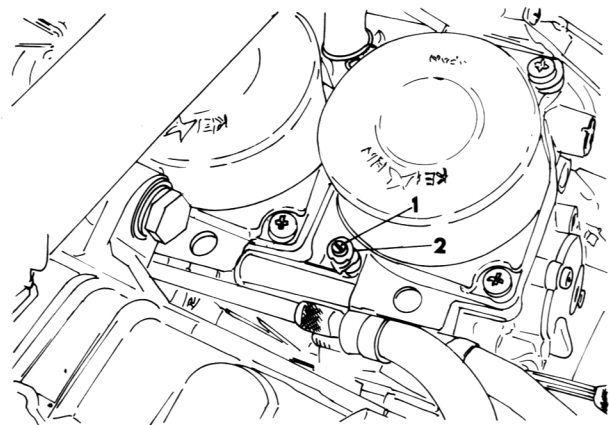

Bild 15
- Mit dem als Spezialwerkzeug erhältlichen «Vergaserdrossel-Einstellschlüssel» (Best.-Nr. 07908–4220100) die Einstellschrauben so drehen, dass die Unterdruckdifferenz zwischen den einzelnen Zylindern nicht mehr als maximal 40 mmHg beträgt (Bild 15).